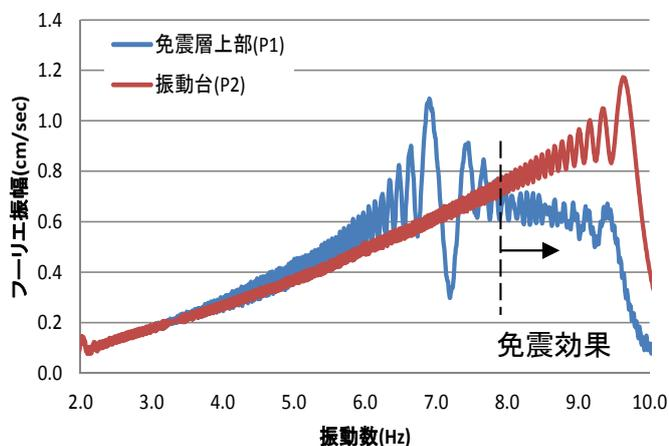

図2 フーリエスペクトル(スイープ上昇時,加振振幅2.0 mm時)
- ▶ アクリル製転動ブロック模型(L = 20 mm、r = 5.0 mm)及びオベリスク模型(写真1、実際の記念碑の1/25、質量12.1 kg)を用いたスイープ加振実験(振幅2.0 mm、振動数1.0 ~ 10.0 Hz)では、7.7 Hz付近から免震層上部の加速度が低減する(図2)。